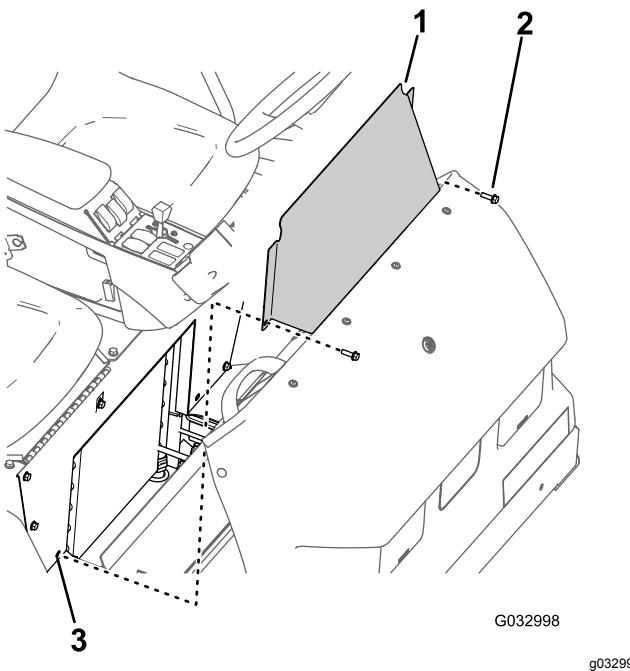

图 61
1. 拆下将座椅底座检修门固定至座椅底座的 2 个凸缘头螺栓 图 61。
2. 从机器上卸下座椅底座检修门图 61。
1. 将座椅底座检修门上的孔与座椅底座上的孔对齐图 61。
2. 使用 卸下座椅底座检修门 \(页码 41\) 的步骤 1 中拆下的 2 个凸缘头螺栓图 61 将座椅底座检修门组装到座椅底座上。